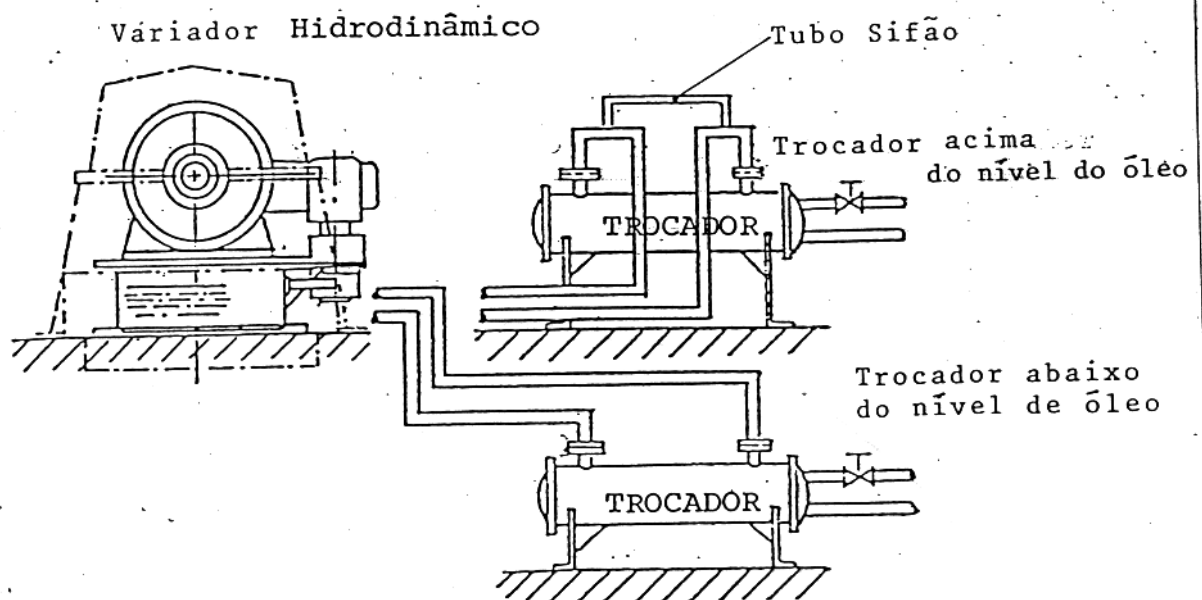

FIG. 2
Na montagem do resfriador de óleo recomenda-se que se já montado dentro do lay-out, de modo que o dreno do mesmo não tenha possibilidades de contacto com o depósito de óleo do variador hidrodinâmico, devendo a entrada e saída do óleo do resfriador se possível estar abaixo do nível mínimo do depósito de óleo do variador (circuito de resfriamento do óleo). Fig. 2.
2.3.1 Caso o arranjo no lay out não permita que a entrada e saída de óleo esteja abaixo do nível mínimo do depósito de óleo do variador conforme item 2.3, deverá ser utilizado um sistema sifão, isto é, interligando a tubulação de entrada e saída de óleo no ponto mais alto, com um tubo de aproximadamente 8 mm (fig. 2).